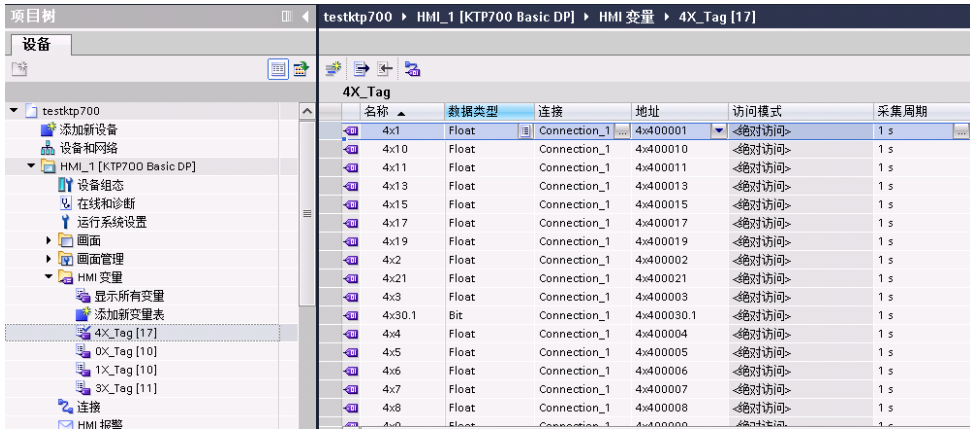

图 3-8 4x 寄存器变量
5. 建立好连接后，建立相应的变量表，并建立相应变量。如图 3-8 所示。